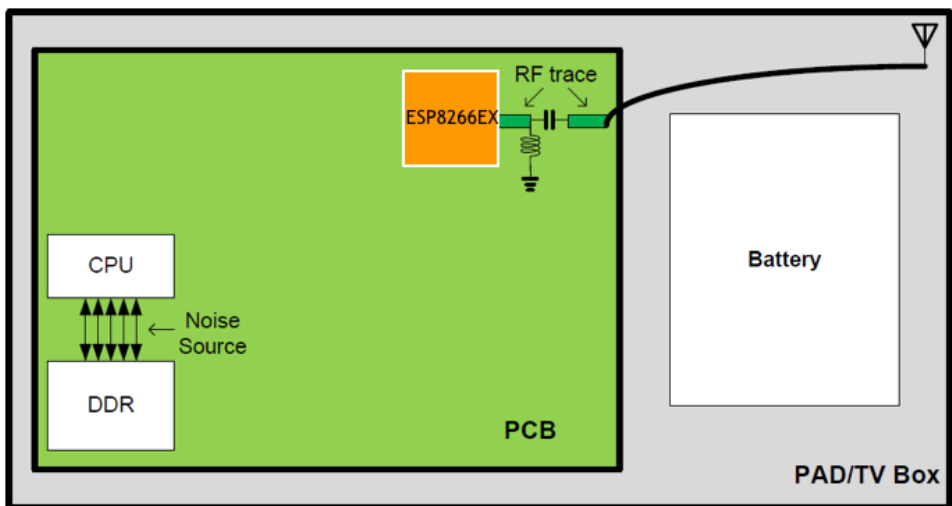

图 1-14. PCB 版图设计
- 从图 1-14 中可以看出, ESP8266EX 在 PCB 边上, 且远离 CPU 与 DDR, 使之远离噪声源 (CPU + DDR), 从位置上增加距离使得干扰能量随距离增加而衰减, 继而减小噪声耦合。